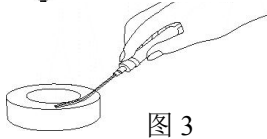

图 3
3、不正确的操作方法将传感器顶部使劲压倒被测物体的表面（如右图 3），这样很容易损坏传感器。